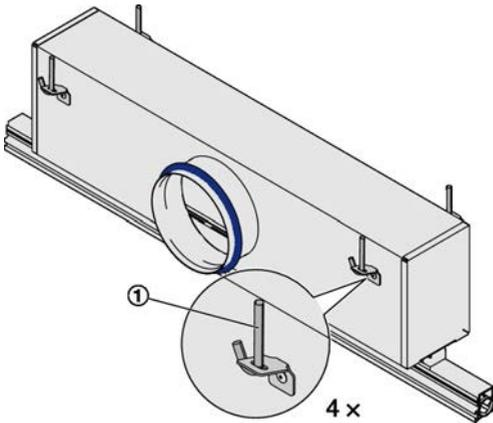

Fig. 2: Plenum
1. ▶ Instale los elementos para suspensión como cuerdas, cables o soportes metálicos. (Fig. 2/1) al techo.